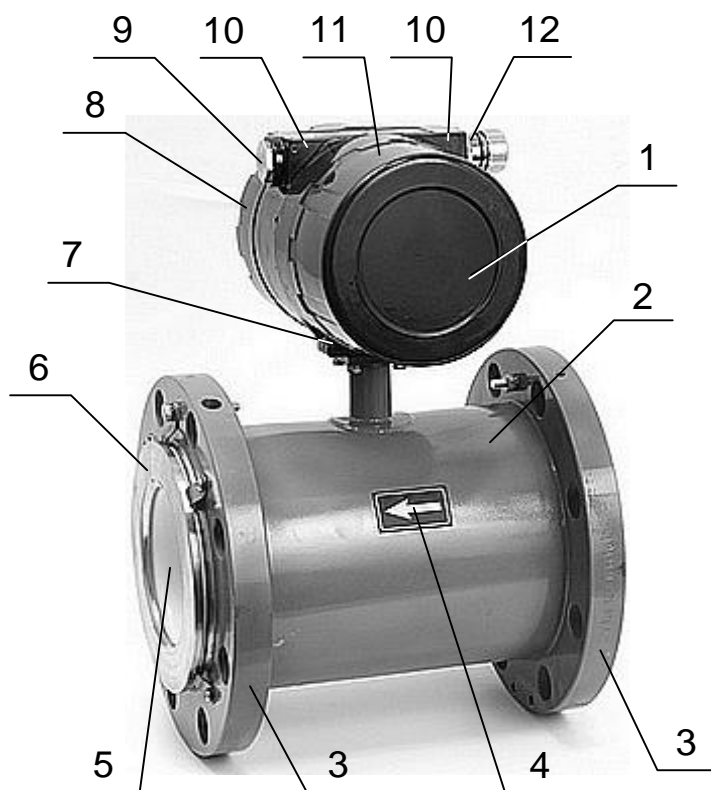

Рис.1. Внешний вид расходомера ВЗЛЕТ ТЭР.
1.5.1. Расходомер ВЗЛЕТ ТЭР (рис.1) состоит из первичного преобразователя расхода (2) и вторичного преобразователя – блока электроники (1).